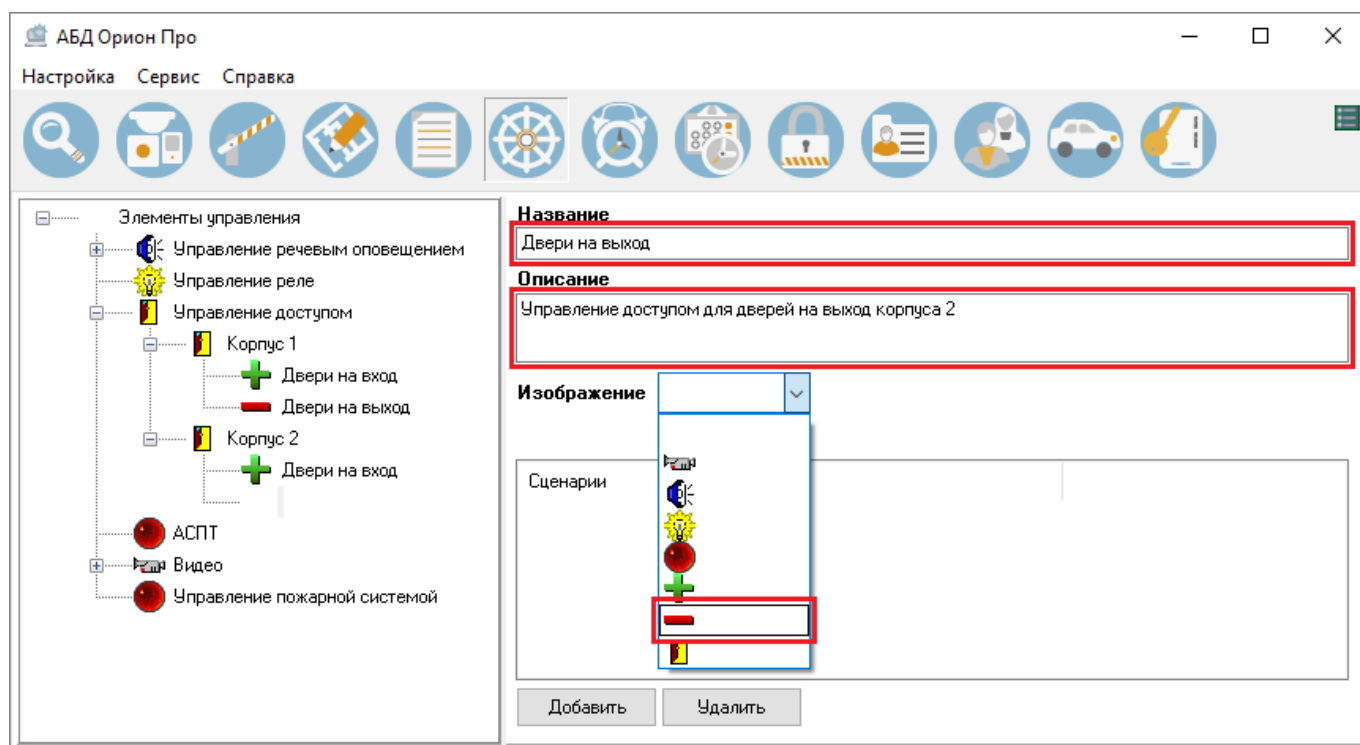

Рисунок 6-652 Определение свойств элемента управления
- 2) введите значения свойств нового элемента управления (см. Рисунок 6-652) в области свойств элемента управления (см. п. 6.3.6.1.2);